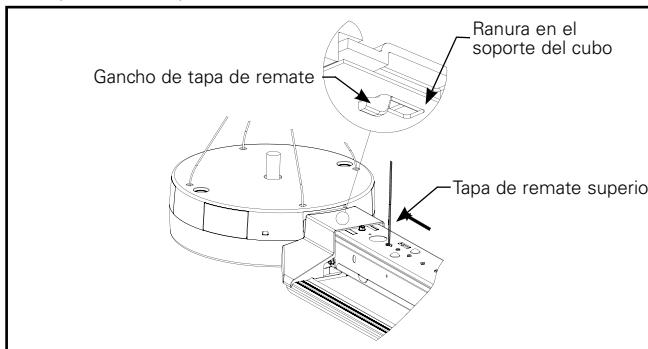

Figura 12.2.
- B. Deslice la tapa de remate hacia el cubo para su enganche con la ranura provista en el soporte del cubo (Figura 12.2).